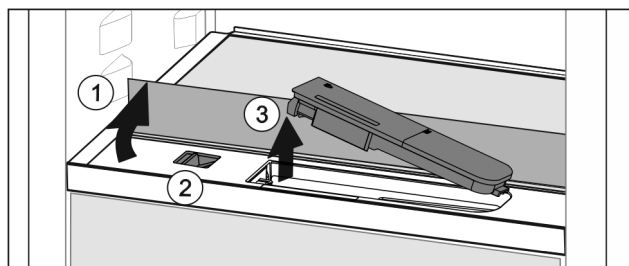

Fig. 87
- ▶ Skleněnou desku nadzvedněte a zaklapněte dozadu až na doraz Fig. 87 (1).
- ▶ Posuvník Fig. 87 (2) posuňte doleva.
- ▶ Vyjměte nádržku na vodu Fig. 87 (3).